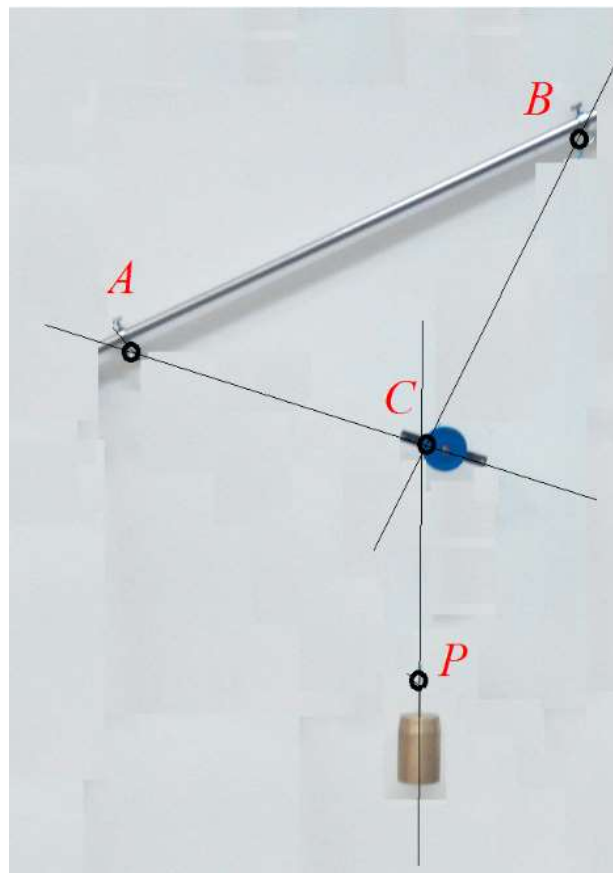
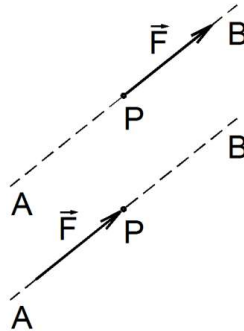

Figura 4 Indicación de las fuerzas en los elementos.
Figura 5 Dos formas de representar el punto de aplicación de una fuerza sobre una partícula.
Dibuje sobre la Figura 4, los seis segmentos dirigidos obtenidos en 6.5. Se sugiere que ubique cada una de estas representaciones vectoriales con flechas, considerando su punto de aplicación atendiendo al principio de transmisibilidad, el cual puede ser el extremo donde está la cabeza de la flecha o el extremo donde está la cola, tal como se muestra en la Figura 5. En ambos casos, el efecto externo sobre la partícula es el mismo.
**8.8** De manera similar a la última actividad del apartado 6.5, dibujar sobre un esquema simplificado de la Figura 6, los seis segmentos dirigidos obtenidos en 8.5. Al igual que en el apartado mencionado, se sugiere que ubicar cada una de estas representaciones vectoriales con flechas, considerando su punto de aplicación atendiendo al principio de transmisibilidad, tal como se muestra en la Figura 5.
9.1 Para el primer experimento, presente las mediciones realizadas en el punto 5, todo lo solicitado en el punto 6 incluyendo las características del marco de referencia seleccionado (qué punto se escogió como origen y cómo se establecieron los ejes coordenados), y la transcripción de la Figura 4 con la representación mediante segmentos dirigidos de las seis fuerzas solicitadas en el punto 6.5.